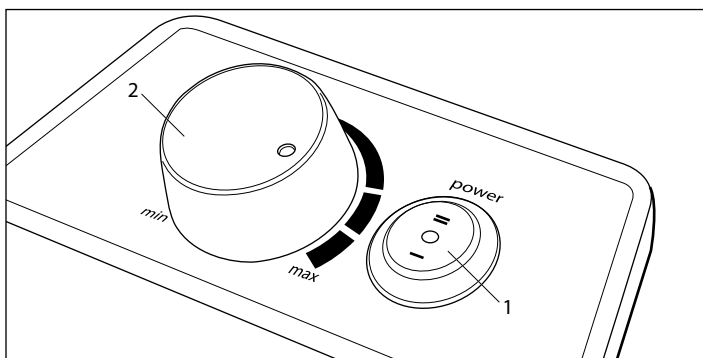

Рис. 3
2. На панели управления конвектора расположены регулятор термостата 2 и переключатель режимов 1 (рис. 3).